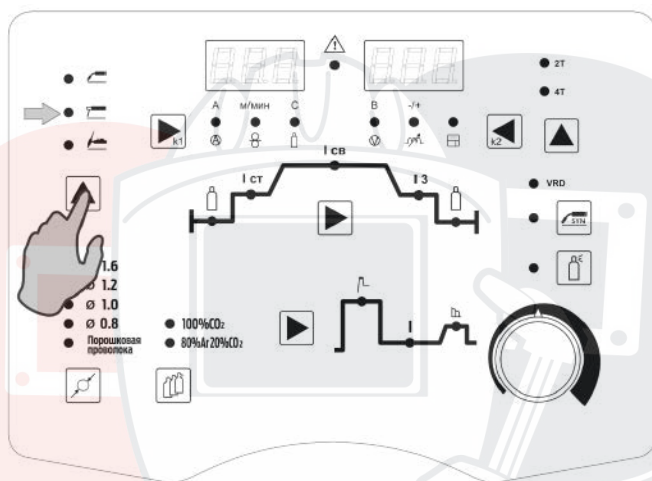

Рис. 10.1.1. Выбор способа сварки.
3. Перейдите в режим MMA (См. табл. 7.0.1, поз. 15, п. 2) на передней панели сварочного аппарата (См. рис. 10.1.1).